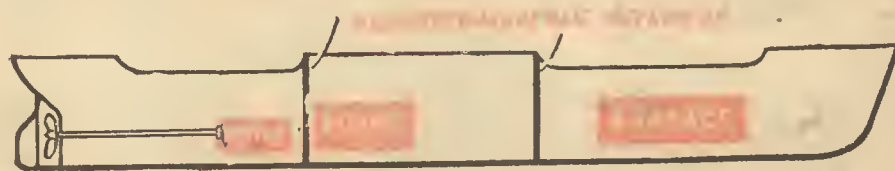

Рис. 15.
7. Теперь можно приступить к выполнению схемы расположения в модели ее двигателя, вала, батарей и т. п., а также размещению водонепроницаемых переборок в корпусе (рис. 15).